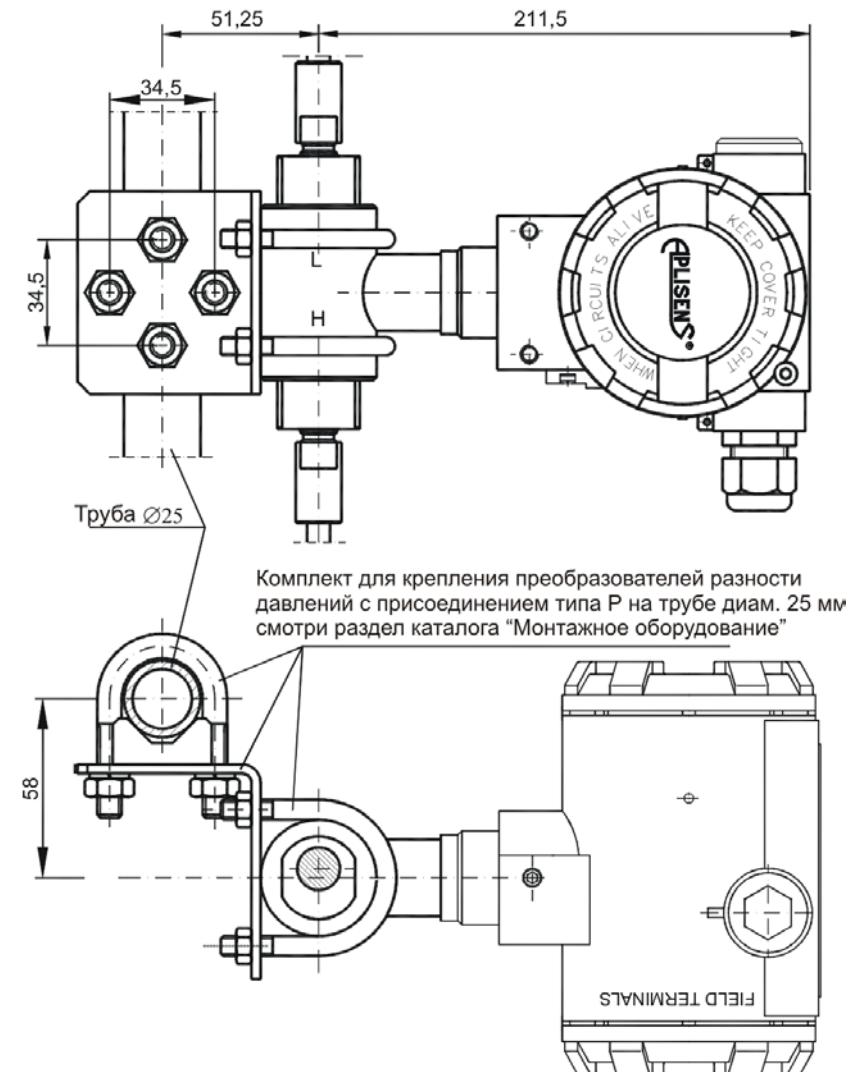

Рисунок 16 - Пример способа монтажа преобразователей APR-2200AL с двумя дистанционными разделителями
8.12.2 Преобразователи APR-2000/ALE, APR-2200/ALE можно монтировать при помощи комплекта монтажных частей «Крепление Ø25» (рисунок 16) к трубе Ø25 или к плоской поверхности при помощи уголка.